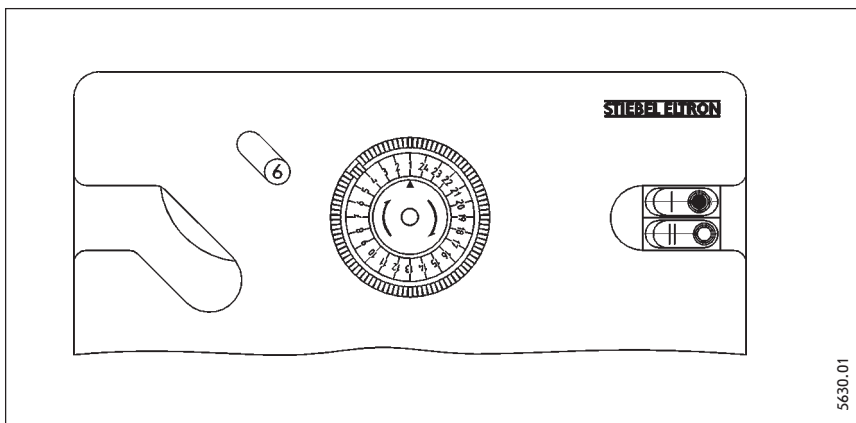

Рис. 8
**Режим работы без контрольного таймера включения (рис.8)**